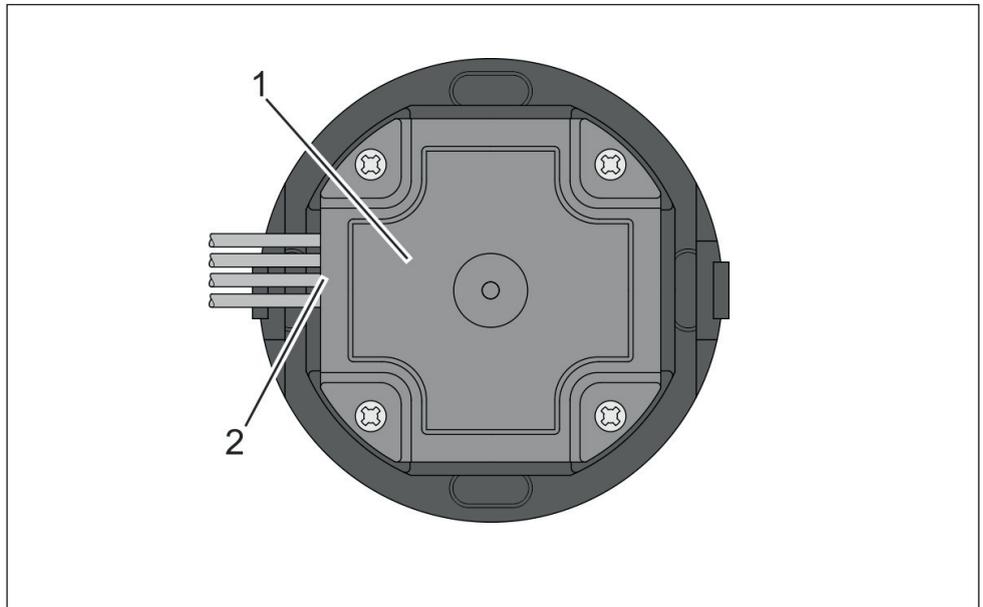

Fig. 11: Traseira do WT 210/WT 210 BLE com cabo
4. Aparafuse a tampa à traseira do WT 210/WT 210 BLE (fig. 11/1). Oriente os cabos para os guias para cabos almofadados ao lado (fig. 11/2).